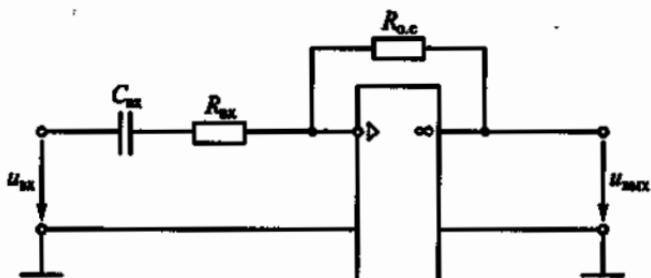

Рис. 160
4.32. В системах автоматики операцию технического дифференцирования часто выполняют с помощью активного дифференцирующего звена на операционном усилителе (рис. 160). Какие преимущества обеспечивает активное дифференцирующее звено в сравнении с пассивной дифференцирующей цепью, приведенной на рис. 158, а? (Указать неправильный ответ.)